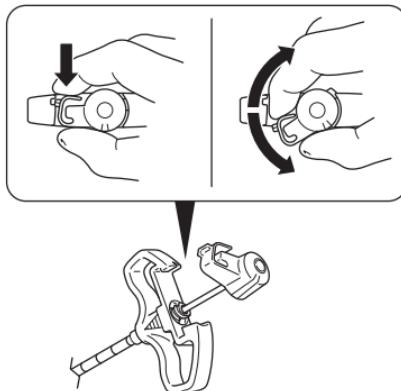

Afbeelding 1 – Het geheel van toegangscanule/stilet inbrengen
2. Breng het geheel van toegangscanule/stilet onder fluoroscopische geleide in de operatieplaats in (afbeelding 1).